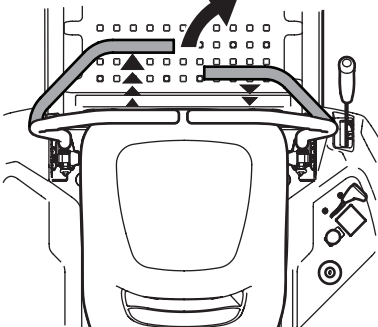

Figure 23
2. Pour tourner à droite, déplacez le levier de contrôle de conduite droit en arrière du levier gauche. Consultez la Figure 23.